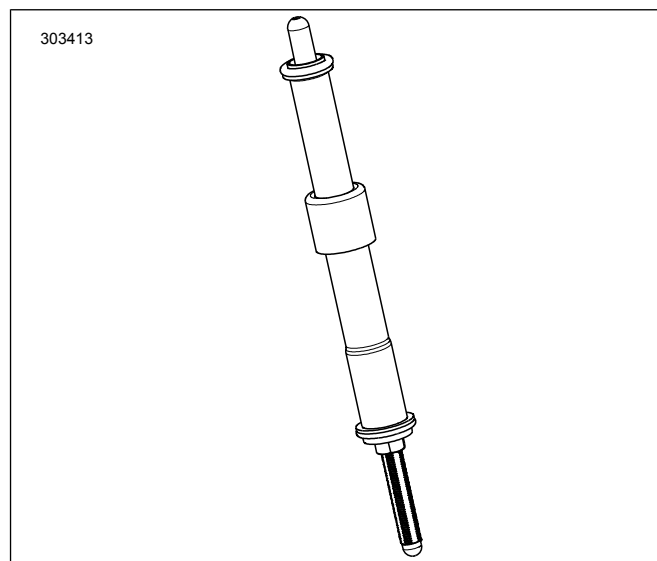

Figura 4. Tachel montat în capacul tachelului
7. Figura 4 Montați tacheții de admisie în capacele tacheților. Înlocuiți inelele de etanșare, capacele inferioare ale tacheților și dispozitivele de fixare a capacelor arcurilor cu noile componente furnizate în kit. Capetele reglabile ale tacheților trebuie să fie coborâte.